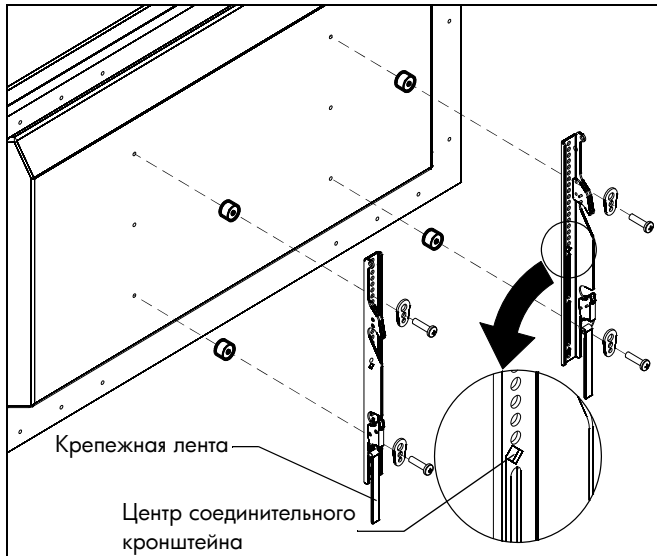

рис. 4
1. Совместите центр соединительного кронштейна со средней линией экрана. (см. рис. 4)
2. Достаньте из пакета с фурнитурой (A-N) винты соответствующего размера, втулки (при необходимости) и универсальные шайбы и прикрепите соединительные кронштейны к тыльной стороне экрана. (См. рис. 4)